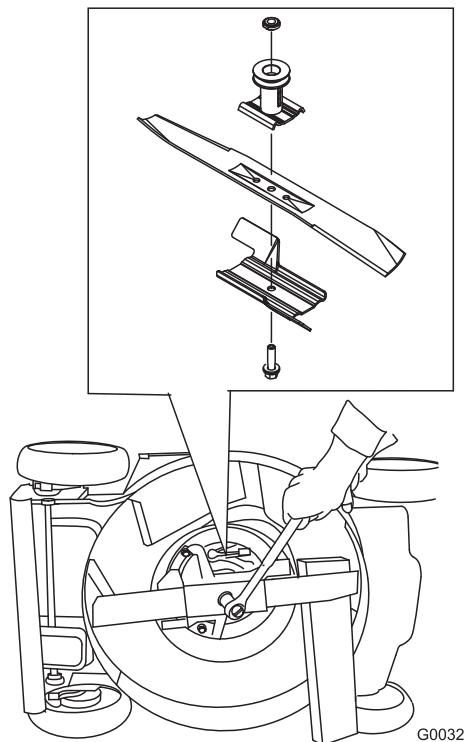

Figure 44
- Immobilisez la lame avec un morceau de bois (Figure 44).